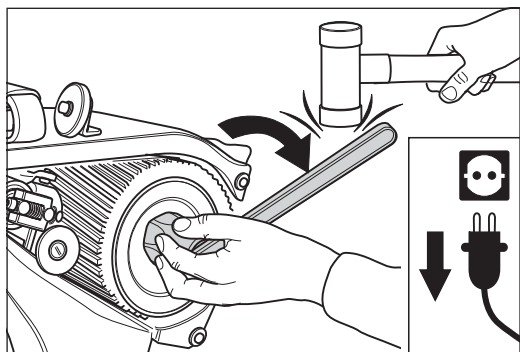

Abb. 48 Die Walzenmutter **im Uhrzeigersinn lösen (Linksgewinde!)**, gegebenenfalls mit einem gedämpften Schlag. **Niemals einen Stahlhammer benutzen!**
- 8 Öffnen Sie mit dem Walzenschlüssel (siehe Werkzeugtasche) die Walzenmutter **im Uhrzeigersinn (Linksgewinde; Abb. 48)!** Nehmen Sie gegebenenfalls einen Schonhammer zur Hilfe. **Benutzen Sie niemals einen Stahlhammer!**